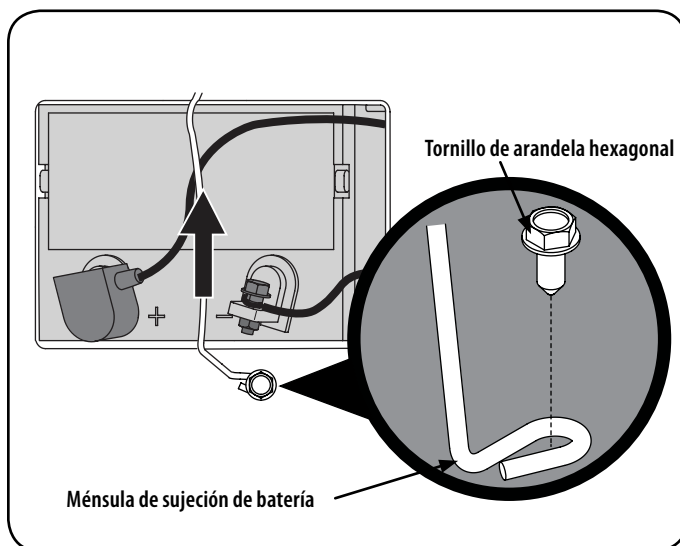

Figura 24
1. Extraiga el tornillo de la arandela hexagonal que sujeta el soporte de sujeción de la batería al marco. Luego levante el soporte de sujeción de la batería para liberar la batería. Vea la Figura 24.